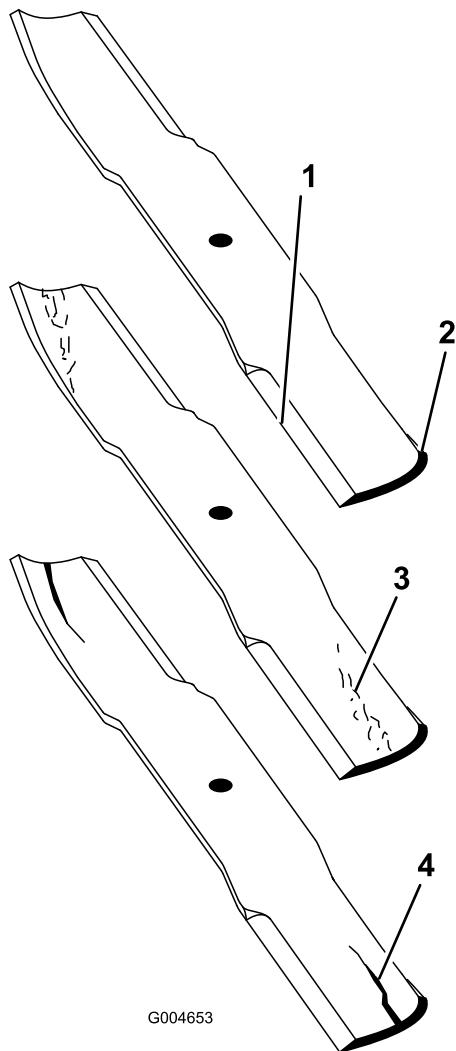

Bild 82
2. Prüfen Sie die Schnittkanten des Messers sorgfältig, insbesondere dort, wo die geraden Flächen die gebogenen berühren (Bild 82). Da Sand und anderes reibendes Material das Metall abschleifen kann, das die flachen und die gebogenen Teile verbindet, müssen Sie das Messer vor jedem Einsatz des Rasenmähers prüfen. Wenn Sie Abnutzungen (Bild 82) feststellen, sollten Sie das Messer auswechseln.